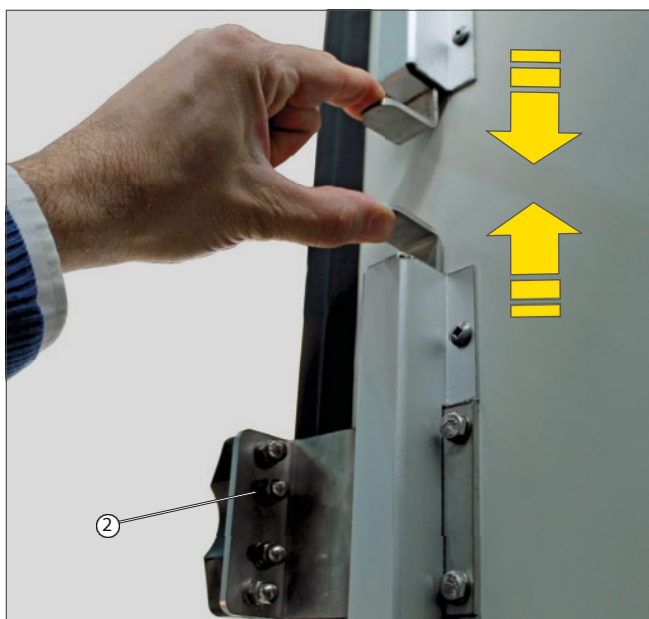

Fig. 8 Kontroller fastgørelsespunkterne
- Rengør om nødvendigt vandlåsdommen (fig. 8/1) - den skal være fri for fedt.
- Kontrollér, at skrueforbindelserne på påløbsophænget (Fig. 8/2) er stramme.